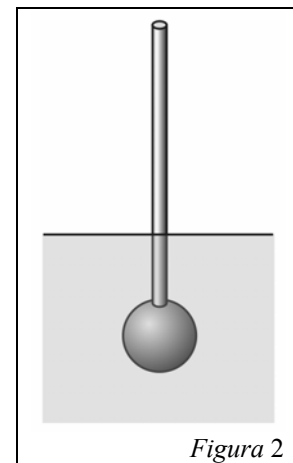

Figura 2
1. Un vas cilindric este fixat simetric pe un ax vertical (*figura 2*). Asupra axului acționează un motor electric ce asigură întregului sistem o turație constantă. În interiorul vasului este plasat diametral un al doilea ax, pe care poate aluneca fără frecare un disc de masă m . Discul este legat de pereții vasului prin două resorturi elastice având fiecare constanta elastică k . Se imprimă discului, printr-un procedeu oarecare, o mișcare de oscilație în lungul axului diametral. Se neglijează frecările cu axul diametral, frecările cu aerul, iar resorturile se consideră ideale.
3. De o tijă din lemn cu secțiunea verticală S și masă m_t este prinsă o bilă mică din aluminiu, de masă m . Ansamblul plutește în echilibru într-un lichid de densitate ρ (*figura 2*). Se apasă tija pe verticală, apoi este lăsată liberă. Se neglijează frecarea cu lichidul; se presupune că tija rămâne permanent verticală.